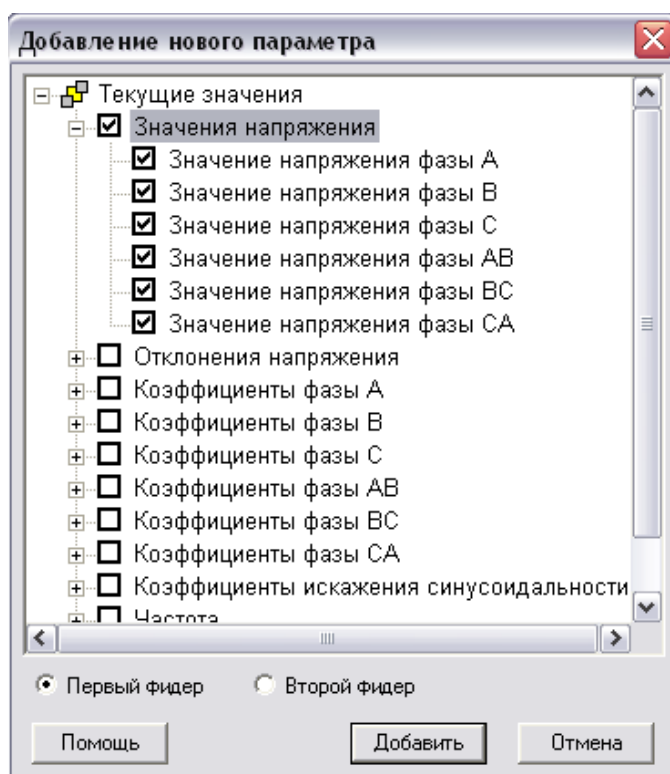

Рисунок 53
- в диалоговом окне (рисунок 53) «Добавление нового параметра» выбрать необходимые характеристики и указать номер фидера;